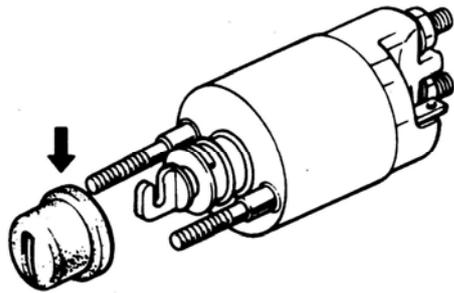

Fig. 9-32
8) INSPECT MAGNETIC SWITCH(Fig.9-32)